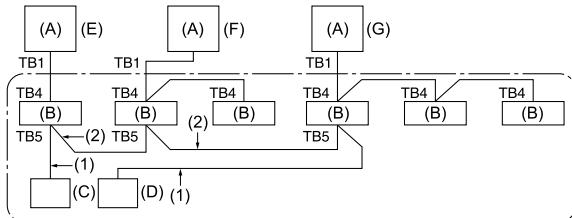

Fig. 10-1
## 10. Contrôle du système (Fig. 10-1)
10. Het systeem controleren (Fig. 10-1).....